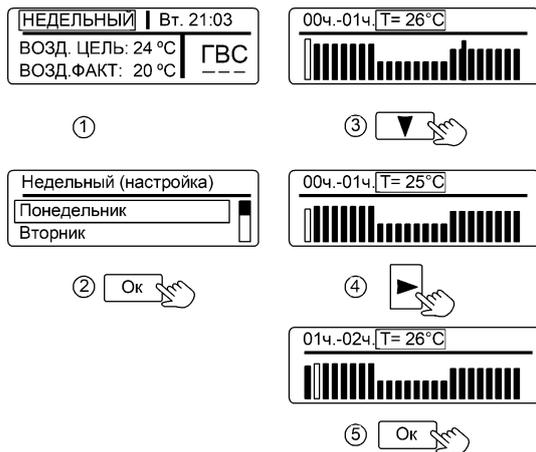

Рисунок 8. Настройка режима «НЕДЕЛЬНЫЙ»
**10.3 «НЕДЕЛЬНЫЙ»** – наиболее энергоэффективный режим отопления, учитывающий постоянные привычки и предпочтения пользователей. Режим «НЕДЕЛЬНЫЙ» позволяет настроить температуру воздуха в помещении индивидуально для каждого часа работы на протяжении всех дней недели. Последовательность настройки показана на рис.8. Кнопками «◀», «▶» выполняется переход по часам и дням недели, кнопками «▼», «▲» выполняется изменение значения температуры каждого часа для любого дня недели.